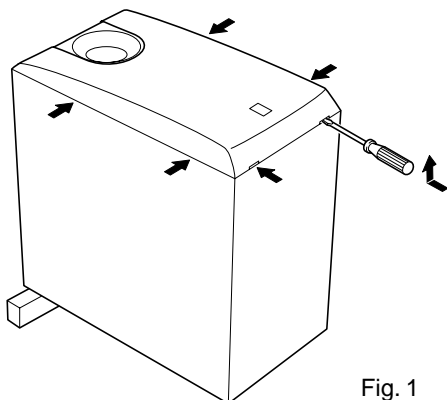

Fig. 1
- Use the screwdriver inserted in the gap between the front grille and the cabinet (bottom side first), push up the front grille. (Fig. 1)
- Remove the front grille by lifting it up. (Fig. 1)
- フロントグリルの下側にすき間が2箇所あります。このすき間にマイナスドライバーを差し込み押し上げます。(Fig. 1)
- 上側もマイナスドライバーで押し上げ、フロントグリルを外します。(Fig. 1)